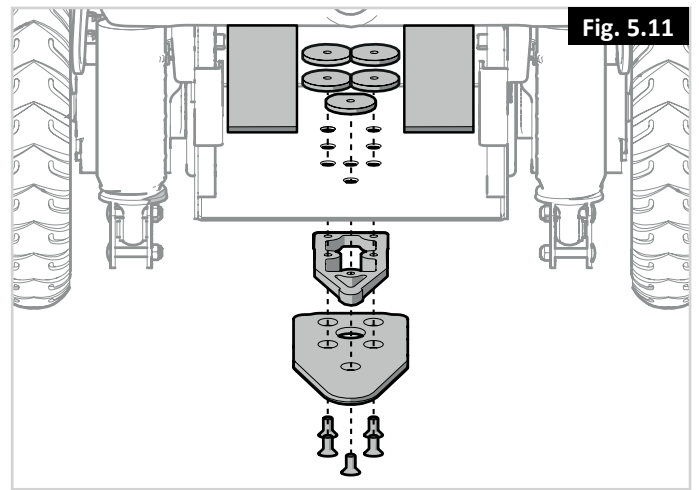

Fig. 5.11
1. Encaixe o espaçador de 8 mm na placa de fixação (Fig. 5.11).